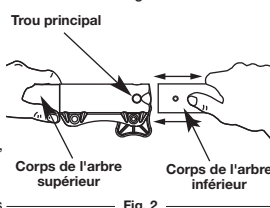

Fig. 2
3. Tenez fermement le corps de l'arbre supérieur et retirez l'accessoire de coupe ou autre du coupleur (Fig. 2).
2. Tenez fermement l'accessoire et enfoncez-le tout droit dans le coupleur (Fig. 2).